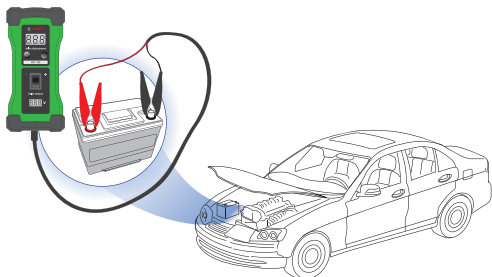

Figura 1
2. Conecte la Herramienta de análisis de circuito VET 100 a la batería del vehículo usando las pinzas positiva y negativa. Consulte la figura 1. NOTA: El voltaje de la batería aparece en la parte inferior de la Herramienta de análisis de circuito VET 100.